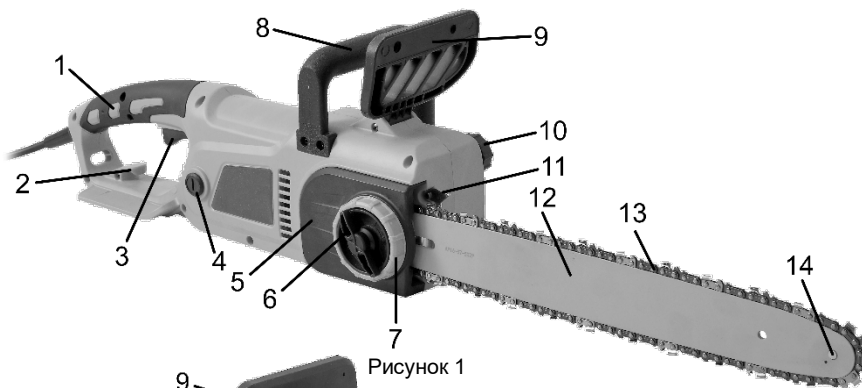

Рисунок 1
4.1.2 Переведіть щиток захисного пристрою (9, рисунок 1 або 2) в бік пиляльної гарнітури (гальмо ланцюга активовано).
4.1.3 Перевірте, що пускова кlawisha не заблокована в увімкненому положенні. Вставте штепсельну вилку в розетку подовжувача, який потрібно зафіксувати петлею, яка накинута на гачок (2, рисунок 1 або 2) через отвір в рукоятці.